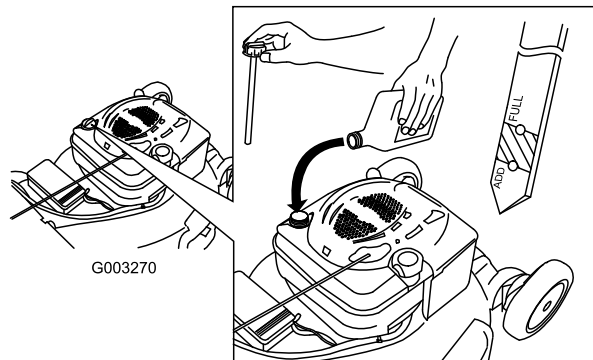

Figura 38
4. Vierta **lentamente** aceite en el tubo de llenado hasta que el nivel llegue a la marca "Full" (lleno) de la varilla (Figura 38). **No llene demasiado.** (Capacidad máxima: 0,59 l (20 onzas), tipo: SAE 30W, aceite detergente con clasificación de servicio API SF, SG, SH, SJ, SL o superior.)